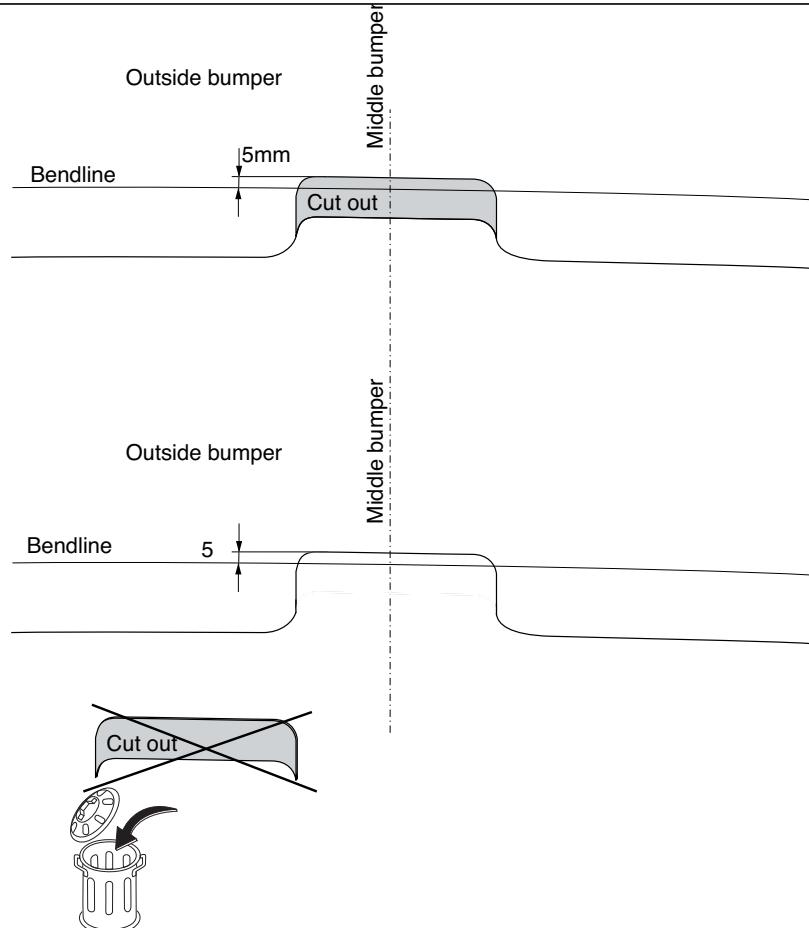

Fig. 1
2. Для автомобилей 2011->: Выпилить часть из бампера в середине снизу, как указано на рис. 1.